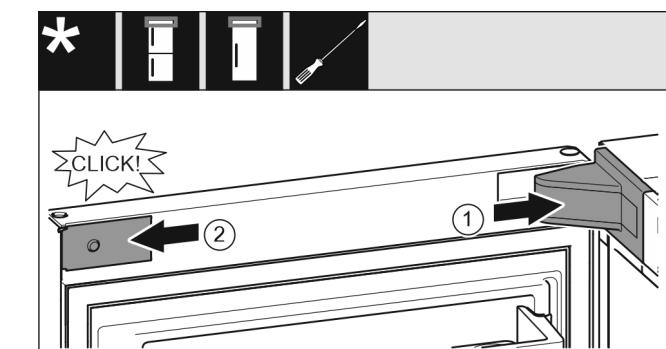

Fig. 22
- Stavite pokrov podloška ležaja i pustite ga da uskoči, po potrebi ga oprezno razdvojite. Fig. 22 (1)
- Postavite masku bočno i pustite da uskoči. Fig. 22 (2)